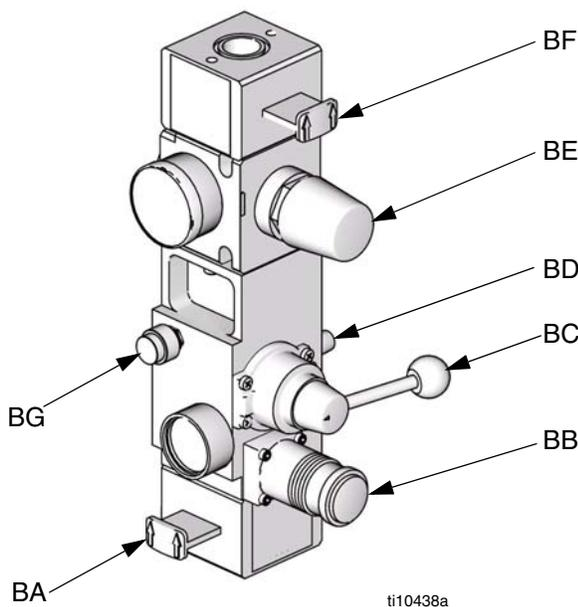

FIG. 2. Módulo integrado de control de aire
| G | Controles neumáticos integrados (véase la FIG. 2) | U | Válvula de drenaje de la línea neumática (no suministrada) |
2. **Controles neumáticos integrados:** Vea la FIG. 2, en la página 9. Cierre la válvula de deslizador del motor neumático (BF) y la válvula de deslizador principal del aire (BA).